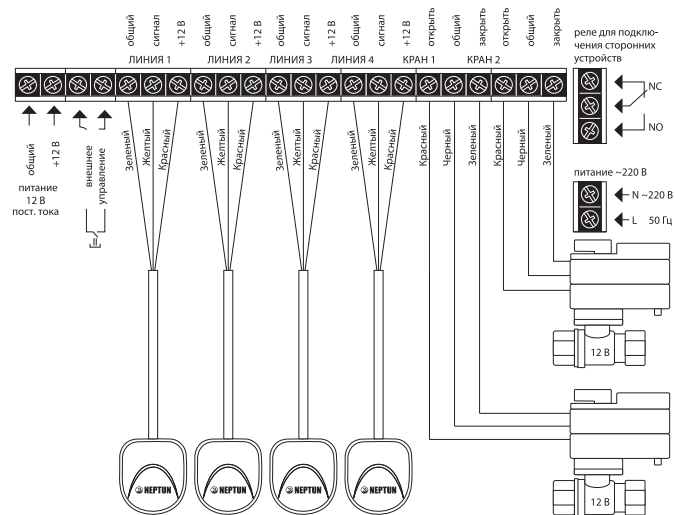

Рис. 10. Схема подключения датчиков и кранов с электроприводом серии JW5000 12 VDC серии Neptun Bugatti 12 В к модулю управления ProW
- К модулю управления Neptun ProW подвести фазу и ноль согласно схеме подключения (рис. 10 и 11), изображённую так же на внутренней крышке прибора
- выполните соединение проводов в соответствии со схемой на рис. 10 или рис. 11, в зависимости от того, какие краны с электроприводом вы используете. При необходимости, для ввода проводов в коммутационный отсек удалите пластиковую заглушку, расположенную в нижней части корпуса прибора при помощи отвёртки;